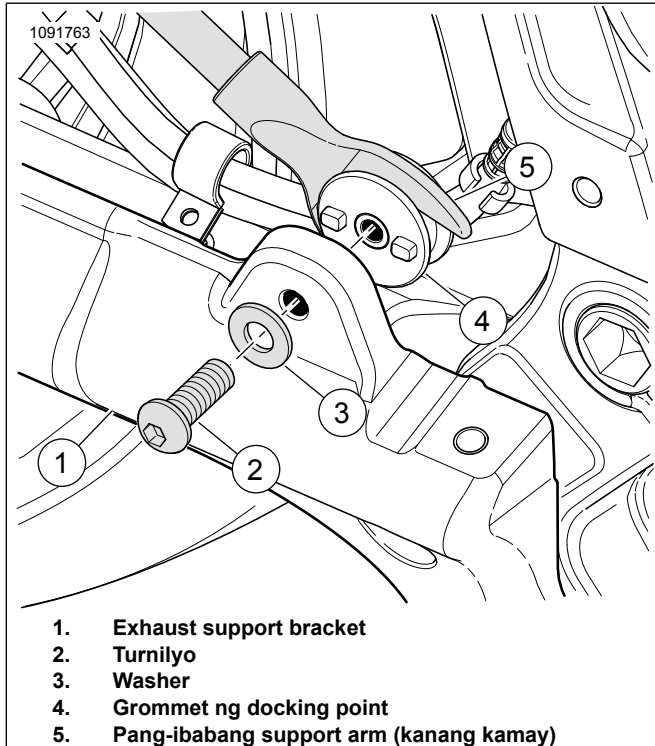

Figure 3. Docking Mount (kanang bahagi)
1. Tingnan ang Figure 3 . Ikabit ang grommet ng docking point sa kanang bahagi.
- a. Ipasok ang mga nub ng grommet ng docking point (4) sa mga butas na nasa pansuportang bracket ng exhaust (1).
- b. Ikabit ang washer (3) sa turnilyo (2).